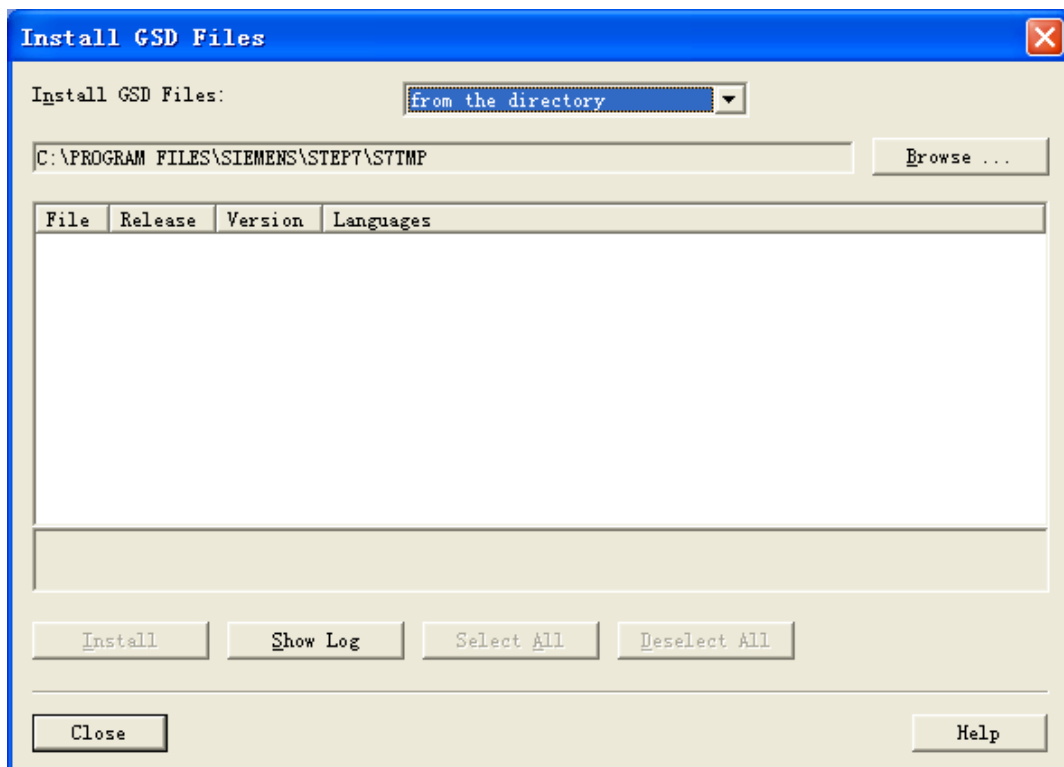

图 4.1 导入 GSD 文件窗口
- 1) 以西门子 STEP 7 软件为例，选择任意工程，打开硬件组态界面，选择“Options→Install GSD File...”选项，打开导入 GSD 文件窗口，如下图 4.1 所示：